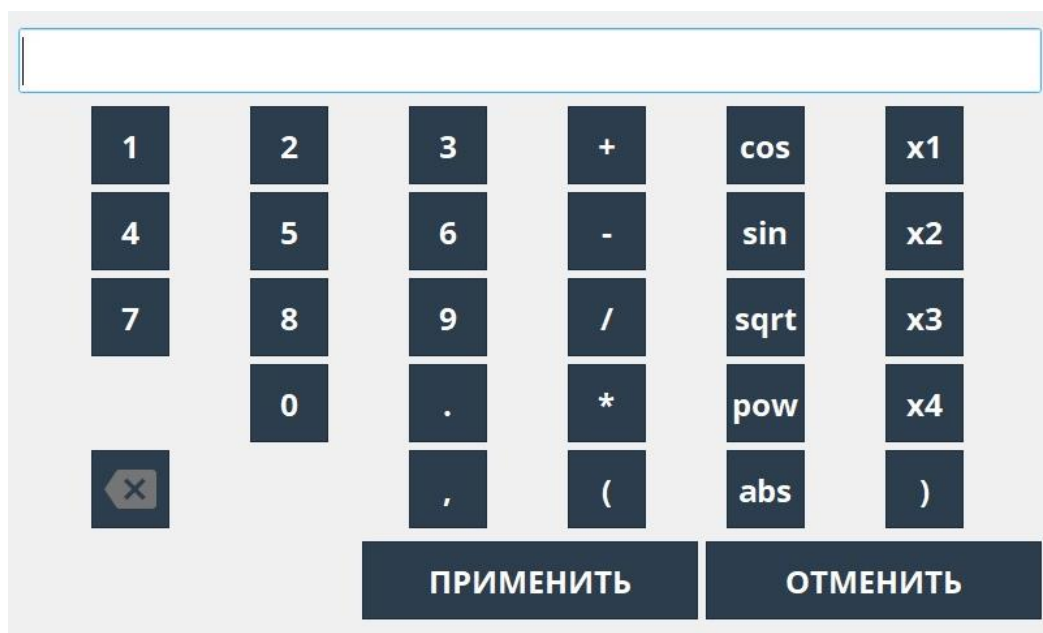

Рисунок 2.35 – Математическая клавиатура
2.3.5.1.3 «ФОРМУЛА». При нажатии на строку формирования формулы, появляется специальная математическая клавиатура (рис. 2.35), с помощью которой потребитель может ввести формулу для преобразования полученных данных с каналов.